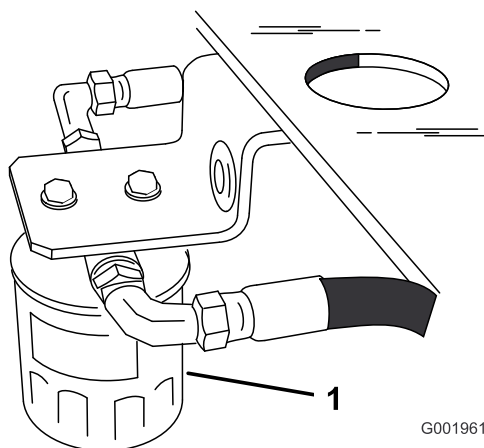

Figura 49
- Individuate il filtro situato sotto il serbatoio carburante e collocate un bacinella di spurgo sotto il filtro (Figura 49).